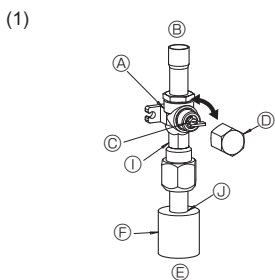
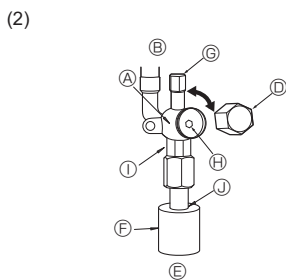

Fig. 4-6
Fig. 4-7
- (1) Сторона с газом ZRP100-140 (Fig. 4-6)
- ① Снимите колпачок, потяните ручку на себя и поверните на 1/4 оборота против часовой стрелки для открытия.
- ② Убедитесь в том, что запорный кран полностью открыт, надавите на ручку и поверните колпачок в первоначальное положение.
- (2) Сторона с жидкостью ZRP100-140 и сторона с газом/жидкостью ZRP35-71 (Fig. 4-7)
- ① Снимите колпачок и поверните шток золотника против часовой стрелки до упора, используя для этой цели 4 мм шестиугольный гаечный ключ. Прекратите поворачивать шток в момент, когда тот достигнет стопора. (Ø9,52: Приблизительно 10 оборотов)